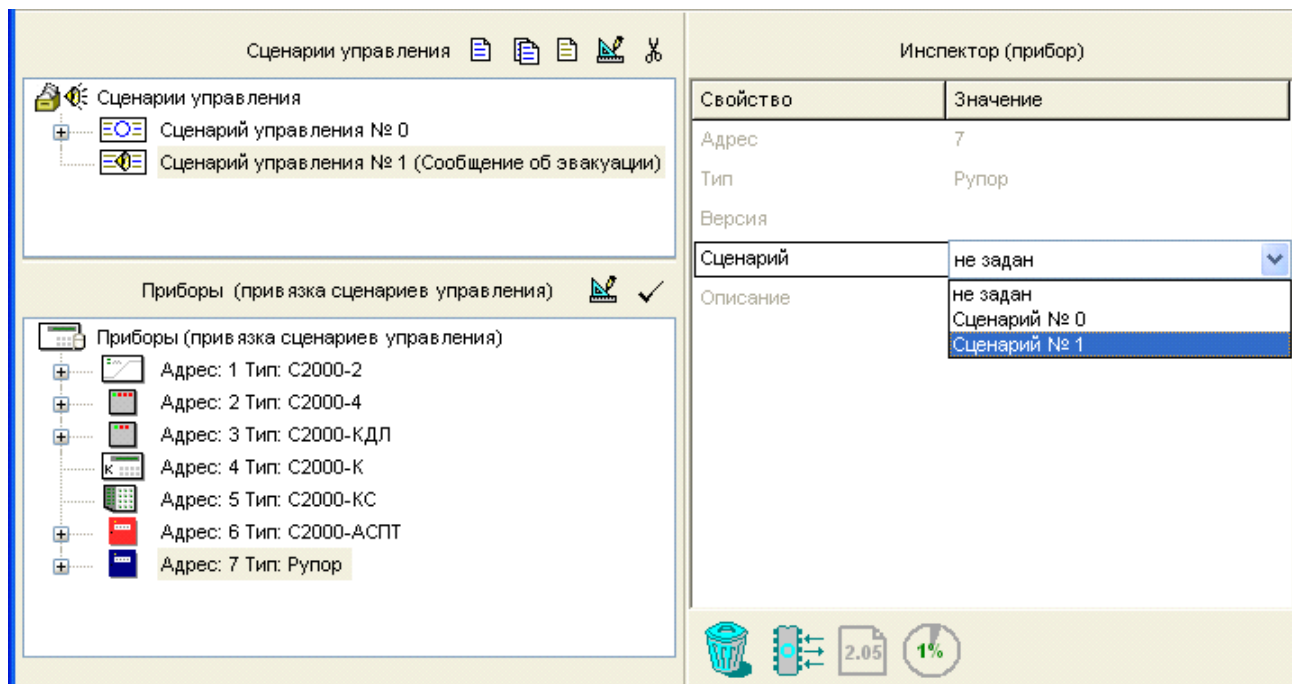

Рисунок 46
- *Привязать создаваемый сценарий управления к нужному прибору «Рупор» или «Рупор-01».* Для этого следует в окне сценариев управления отметить нужный сценарий управления, затем в нижнем окне выбрать нужный прибор и либо нажать кнопку  в палитре окна привязки, либо выбрать нужное значение параметра «Сценарий» в окне «Инспектор» (см. Рисунок 46). К одному прибору «Рупор» можно привязать только один сценарий голосового оповещения, в то время как один и тот же сценарий можно привязать к нескольким приборам «Рупор», которые в этом случае будут управляться синхронно, как одно целое.